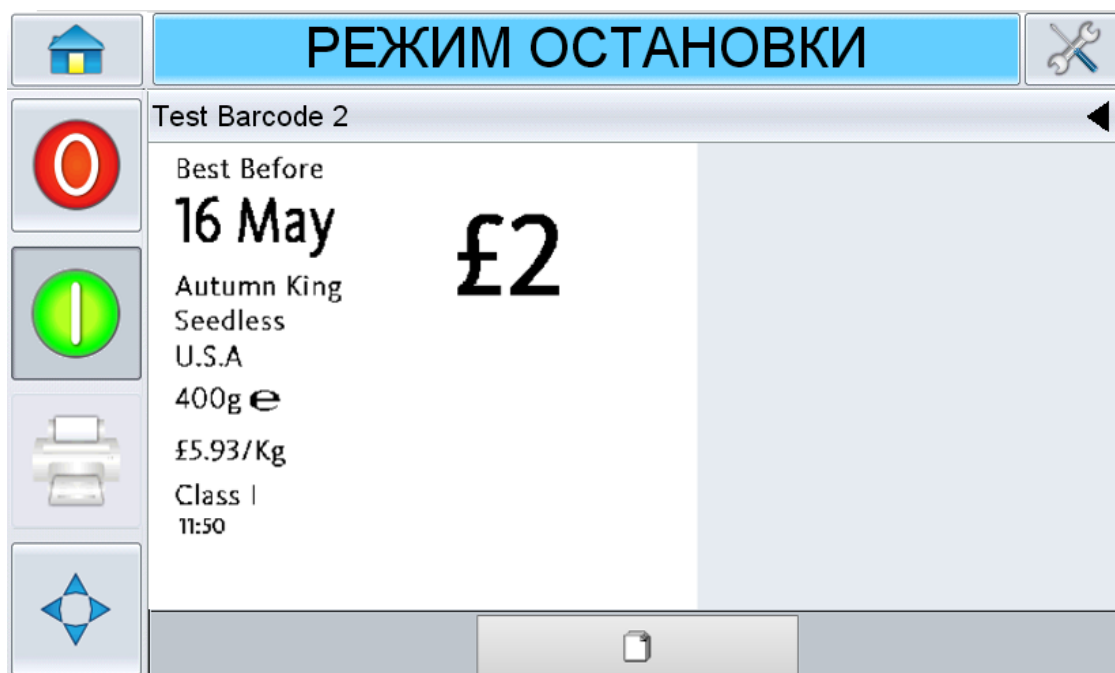

Рис. 6-2: Страница "Подробная информация о текущем задании"
1. Нажмите на зону текущего задания на печать на главном экране. Это отобразит подробную информацию о данном задании на печать, как показано на Рисунок 6-2.